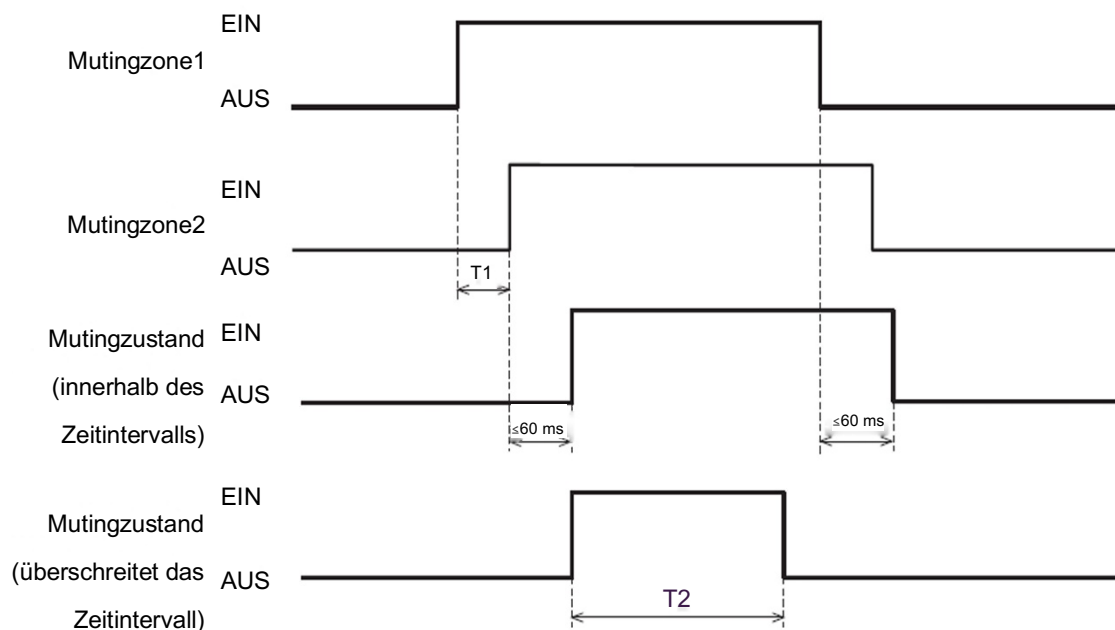

Abbildung 3-20 Mutingsequenz
- b) Die beiden unabhängigen, fest verkabelte Muting-Eingangssignale werden in der zuvor festgelegten Reihenfolge innerhalb des voreingestellten Zeitintervalls in den EIN-Zustand geschaltet. Das Umschaltintervall zwischen zwei Eingangssignalen sollte jedoch nicht 0 sein (siehe Abbildung 3-20).
- b) Wenn die vorgegebene (voreingestellte) maximale Mutingperiode T2 überschritten wird (1 Minute und mehr) (Abbildung 3-20).
Abbildung 3-20 zeigt die Mutingsequenz.